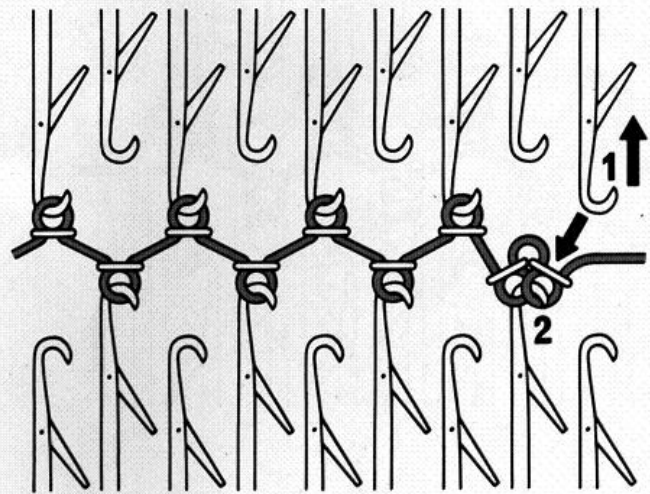

Fig. 48
* Transférer la maille de l'aiguille (1) sur l'aiguille (2) à l'aide du poinçon. Tirer l'aiguille (2) pour faire passer les 2 mailles derrière le clapet. Oter le poinçon (fig. 48).